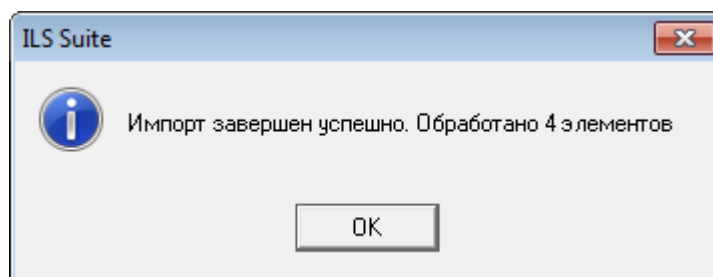

Рис. 17-84 – Информационное сообщение о завершении импорта
8) Для выполнения процедуры импорта нажать кнопку «Импорт». После его завершения откроется информационное окно, представленное на рис. 17-84.